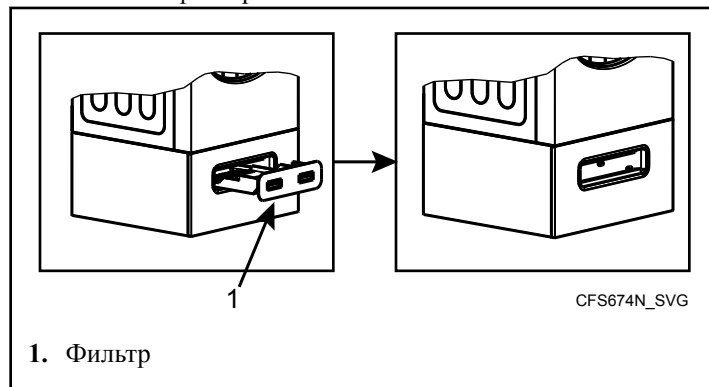

Рис. 58
1. Извлеките фильтр. См. Рис. 58.